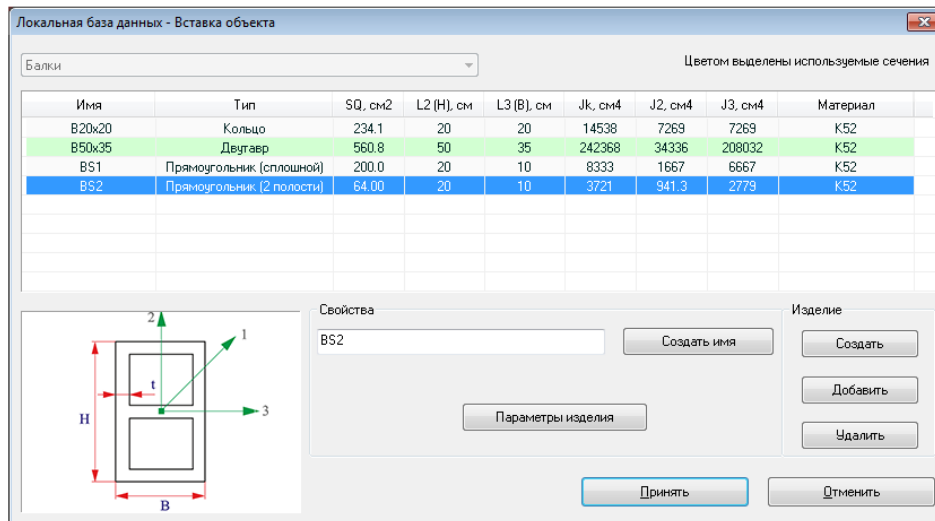

Рис. 5.2.54. Диалоговое окно вставки балки
2. Выберите с помощью указателя мыши линии без объектной модели, на которые планируется вставить балку, нажмите правую кнопку мыши и выберите пункт **"ВВОД"** (или нажмите клавишу <ENTER>). Появится окно таблицы объектов локальной базы данных в режиме вставки объекта ВЕАМ (рис. 5.2.54.).
3. В появившемся диалоговом окне (рис. 5.2.54.) необходимо выбрать один из объектов таблицы ВЕАМ локальной базы данных (выбрать параметры вставляемой балки). Чтобы вставить балку, нажмите кнопку "Принять". При этом будет произведена проверка корректности параметров вставляемого объекта. В случае, если один из основных параметров объекта не будет корректно задан, программа выдаст предупреждение и вернет пользователя в окно вставки объекта. Для отмены вставки нажмите кнопку "Отменить". Можно добавить объекты ВЕАМ, не выходя из диалогового окна. Нажатие кнопки "Создать" создает новый объект. Нажатие кнопки "Добавить" запускает диалоговое окно работы с глобальной базой данных в режиме добавления объектов ВЕАМ. Если вам необходимо изменить параметры выбранного объекта, нажмите кнопку "Параметры изделия". Более подробную информацию работы с локальной базой объектов можно найти в разделе "Локальная база данных".